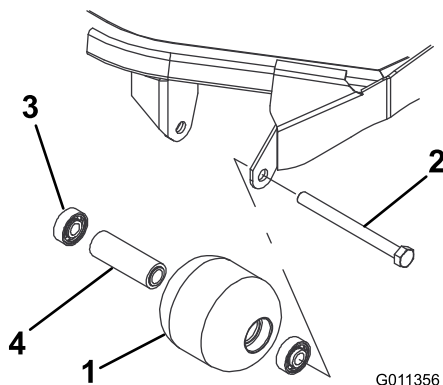

Bild 71
1. Entfernen Sie die Rollenbefestigungsschraube (Bild 71).
3. Drücken Sie das zweite Lager in das Rollengehäuse (Bild 71). Pressen Sie dabei gleichmäßig auf den inneren und den äußeren Käfig, bis der innere das Distanzstück berührt.
4. Prüfen Sie das Rollengehäuse, die Lager und das Distanzstück auf Beschädigungen (Bild 71). Tauschen Sie beschädigte Teile aus und bauen Sie alles wieder zusammen.
1. Drücken Sie das erste Lager in das Rollengehäuse (Bild 71). Drücken Sie dabei nur auf den äußeren Käfig oder gleichmäßig auf die inneren und äußeren Käfige.
2. Setzen Sie ein Distanzstück ein (Bild 71).